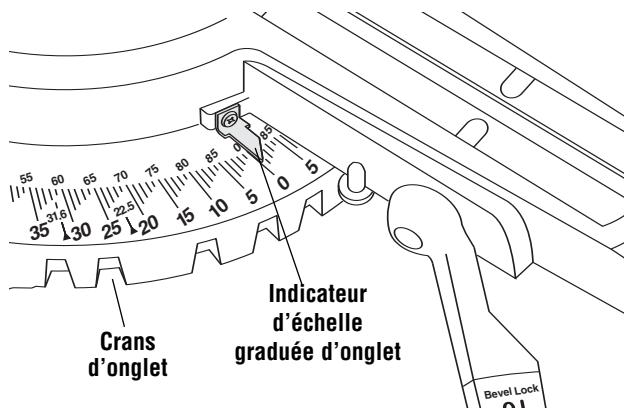

Figure 1. Réglage de l'échelle graduée d'onglet
1. Amenez la table au cran d'onglet que vous désirez régler (Figure 1).